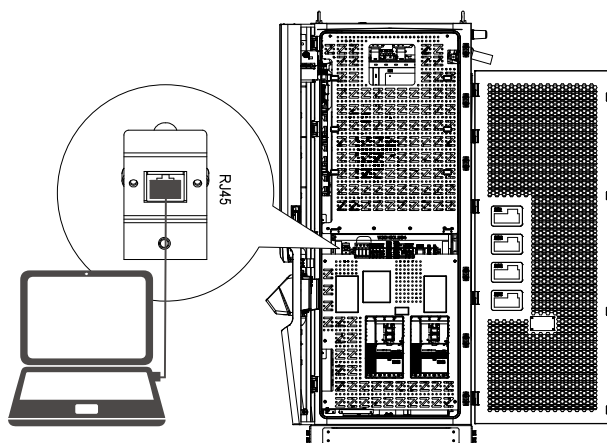

Abbildung 4-1. RJ45-Port
- Schließen Sie ein RJ45-Kabel an. Siehe nachfolgende Abbildung 4-1.